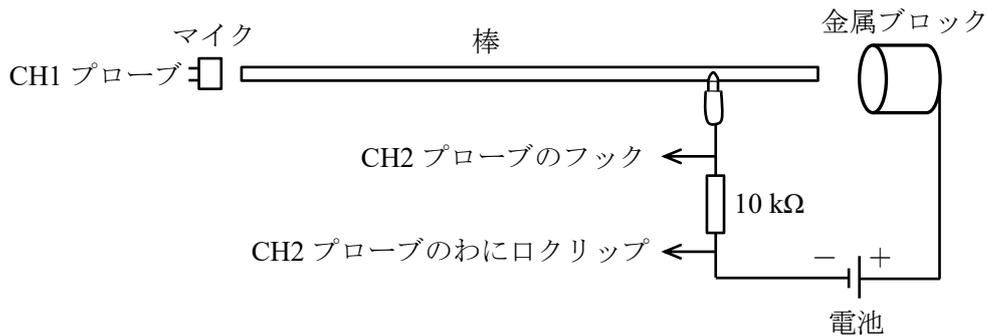

図 2-4 棒、電池、抵抗、金属ブロックの接続
- ③ 図 2-4～図 2-6 を参考にして、棒、電池、抵抗、金属ブロック (黄銅製丸棒) をクリップ付きコードで接続し、さらに抵抗の両端をオシロスコープの CH2 につなぐ。アクリル棒の場合は銅箔テープが巻かれている部分をみのむしクリップではさむ。